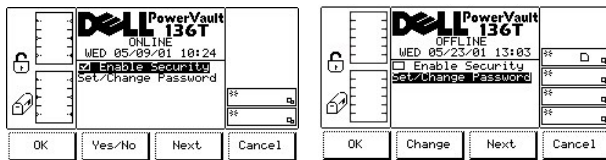

Abbildung 77. Dialogfeld "Setup" > "Utils" > "Secure"
Wenn "Secure" ausgewählt wird, wird das Dialogfeld "Secure" angezeigt (siehe Abbildung 77). Mit dieser Option kann der Benutzer die Sicherheit des Bedienfeldes aktivieren bzw. deaktivieren und das Passwort der Bibliothek einstellen oder ändern.
- 1 Wenn **Enable Security** das aktive, schwarze Feld ist, siehe Abbildung 77:
- 1 Wenn das Feld **Set/Change Password** das aktive, schwarze Feld ist, wird der Softkey **Yes/No** zum Softkey **Change** (siehe Abbildung 77).
- o Wenn die Taste unter dem Softkey **Next** gedrückt wird, wird das nächste Feld **Enable Security** zum derzeit aktiven Feld (siehe Abbildung 77).
Das Feld **Set/Change Password** ist das derzeit aktive, schwarze Feld. (siehe Abbildung 77). Wenn die Taste unter dem Softkey **Change** gedrückt wird, wird **OK** ausgewählt, und das Dialogfeld Change Password Dialog wird angezeigt.